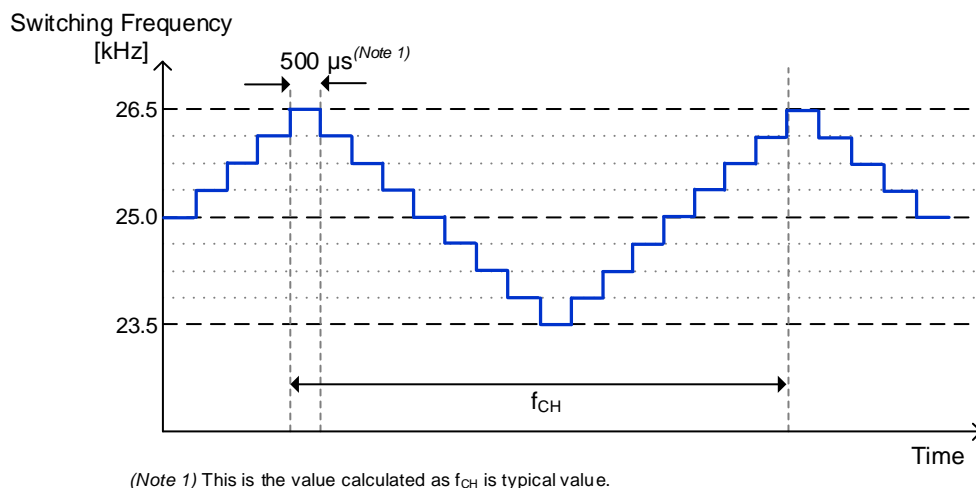

Figure 6. Frequency Hopping Function
- 内部発振器により、スイッチング周波数は  $f_{sw}$  に固定されています。周波数ホッピング機能を内蔵しており、スイッチング周波数は Figure 6 に示すように変動します。ホッピング変動周期は  $f_{CH}$  です。